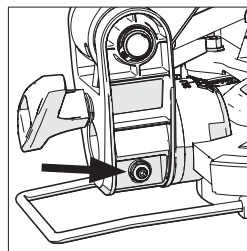

Fig. 10
- Utilizzare una chiave esagonale per intervenire in avanti e indietro sulla vite di regolazione in base alle esigenze (**Fig. 10**).